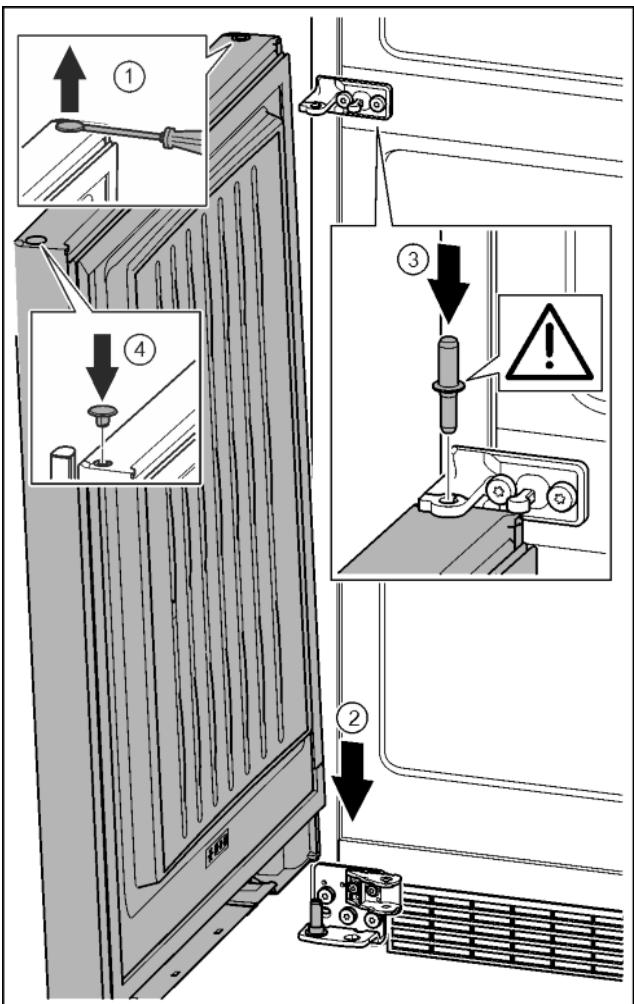

Fig. 40
- Осторожно приподнять шлицевой отверткой заглушку и извлечь ее. Fig. 40 (1)
- Установить дверь сверху на нижний опорный палец. Fig. 40 (2)
- Вставить средний опорный палец через средний опорный кронштейн в нижнюю дверь. При этом следить за тем, чтобы выступ фиксатора был направлен назад. Fig. 40 (3)
- Заглушку снова вставить с другой стороны. Fig. 40 (4)